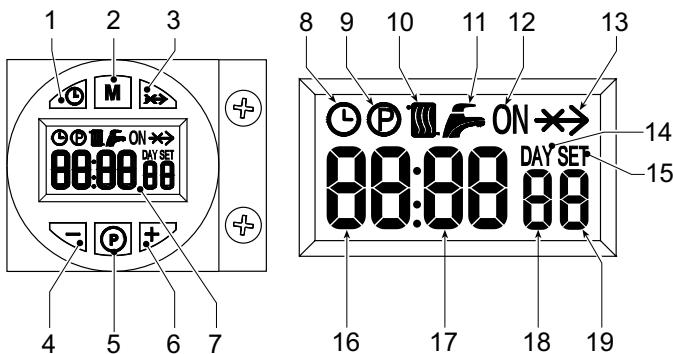

fig. 1 - Panel de mandos
| Ref. fig. 1 | Modo A | Modos B y C |
La orden de encendido (generada por el cierre del contacto en los bornes 7-8 –ver fig. 14– en el funcionamiento con valores de fábrica) se indica por la activación del símbolo del radiador (10 - fig. 1).
1. Pulsar la tecla de ajuste de día y hora (1 - fig. 1).
2. En la pantalla (7 - fig. 1) parpadean los iconos RELOJ y DÍA: introducir el día actual de la semana con las teclas + y - (4 y 6 - fig. 1), considerando que 1=lunes y 7=domingo. Confirmar el día con la tecla de ajuste de día y hora (1 - fig. 1).
3. En la pantalla (7 - fig. 1) parpadean los dos dígitos de la HORA ACTUAL y el icono del RELOJ: introducir la hora actual con las teclas + y - (4 y 6 - fig. 1), de 00 a 23. Confirmar la hora con la tecla de ajuste de día y hora (1 - fig. 1).
4. En la pantalla (7 - fig. 1) parpadean los dos dígitos de los MINUTOS ACTUALES y el icono del RELOJ: introducir los minutos exactos con las teclas + y - (4 y 6 - fig. 1), de 00 a 59. Confirmar los minutos con la tecla de ajuste de día y hora (1 - fig. 1).
El modo de funcionamiento se selecciona con la tecla (2 - fig. 1).
1. Durante el funcionamiento automático, en la pantalla (7 - fig. 1) aparece el icono RELOJ. La activación y desactivación del quemador dependen del programa semanal configurado. Durante la franja horaria de activación, en la pantalla (7 - fig. 1) aparece también el icono ON.
2. Durante el funcionamiento Manual ON, en la pantalla (7 - fig. 1) aparece solo el icono ON. El quemador está siempre encendido.
3. Durante el funcionamiento Manual OFF, en la pantalla (7 - fig. 1) no aparece ni el icono ON ni el icono RELOJ. El quemador está apagado.
El programa semanal tiene tres franjas horarias de encendido (ON) y tres de apagado (OFF), iguales para todos los días de la semana. Durante la franja horaria de activación, en la pantalla (7 - fig. 1) aparece el icono ON.
1. Pulsar la tecla de programación P (5 - fig. 1).
2. Seleccionar el día que se desee programar con las teclas + y - (4 y 6 - fig. 1):
3. Pulsar la tecla de programación P (5 - fig. 1):
- Utilizar las teclas + y - (4 y 6 fig. 1) para modificar el inicio de la primera franja horaria de encendido, por ejemplo 06:00. Pulsar la tecla de programación P (5 - fig. 1).
- Utilizar las teclas + y - (4 y 6 fig. 1) para modificar el inicio de la primera franja horaria de apagado, por ejemplo 09:00. Pulsar la tecla de programación P (5 - fig. 1).
- Utilizar las teclas + y - (4 y 6 fig. 1) para modificar el inicio de la segunda franja horaria de encendido, por ejemplo 12:30. Pulsar la tecla de programación P (5 - fig. 1).
- Utilizar las teclas + y - (4 y 6 fig. 1) para modificar el inicio de la segunda franja horaria de apagado, por ejemplo 14:00. Pulsar la tecla de programación P (5 - fig. 1).
- Utilizar las teclas + y - (4 y 6 fig. 1) para modificar el inicio de la tercera franja horaria de encendido, por ejemplo 16:00. Pulsar la tecla de programación P (5 - fig. 1).
- Utilizar las teclas + y - (4 y 6 fig. 1) para modificar el inicio de la tercera franja horaria de apagado, por ejemplo 23:30. Pulsar la tecla de programación P (5 - fig. 1).
11. Pulsar la tecla de programación P (5 - fig. 1) durante 3 segundos para salir de la programación.